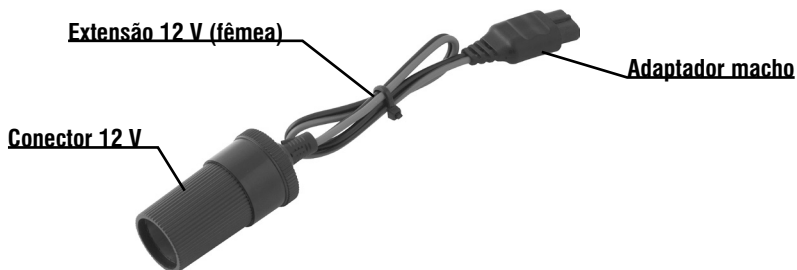

Fig. 11 – Conectando tomada 12 V
- 2 - Conecte a extensão da tomada 12 V, conforme Fig. 11;